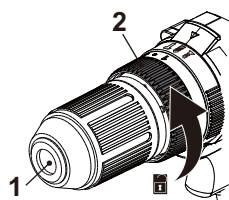

Fig. 1
- > Gire el manguito del mandril (2) en sentido contrario a las agujas del reloj hasta que las mordazas del mandril (1) se abran lo suficiente para introducir la broca (Fig. 1).